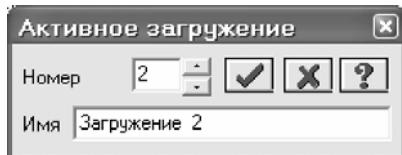

Рис.7.19. Диалоговое окно Активное загружение
- Смените номер текущего загружения, вызвав диалоговое окно **Активное загружение** (рис.7.19) с помощью меню **Нагрузки** ⇒ **Выбор загружения** (кнопка на панели инструментов).